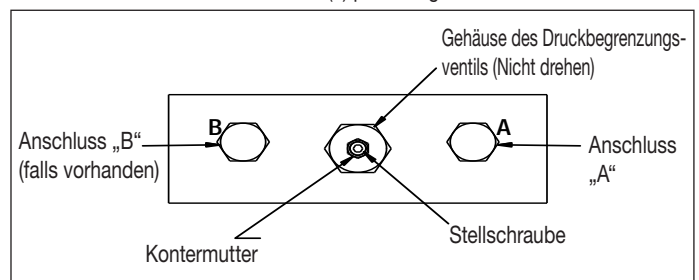

Abbildung 25: Einstelldetails
1. Schließen Sie ein Manometer (0 - 1035 bar [0 - 15.000 psi]) an Pumpenanschluss „A“ an (siehe Abbildung 25).